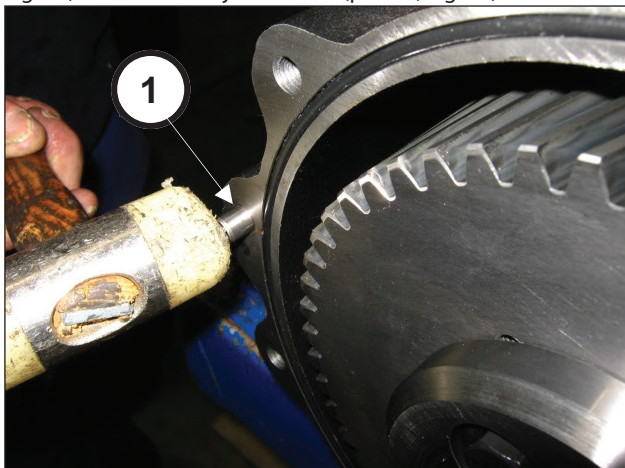
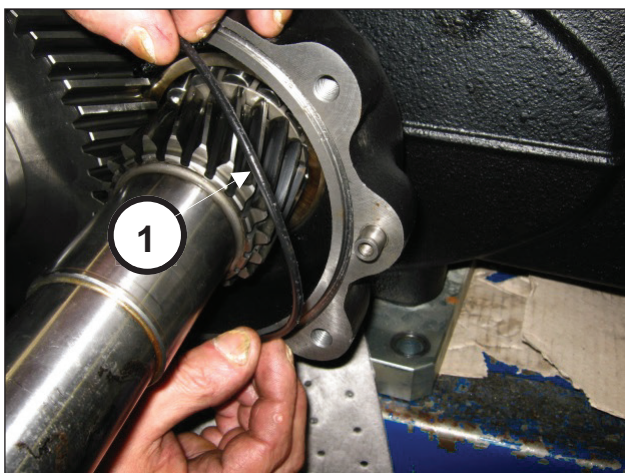

Fig. 83
Fig. 84
Colocar las 2 clavijas Ø10x24 a la caja del reductor (pos. ①, Fig. 83) e introducir la junta tórica (pos. ①, Fig. 84).